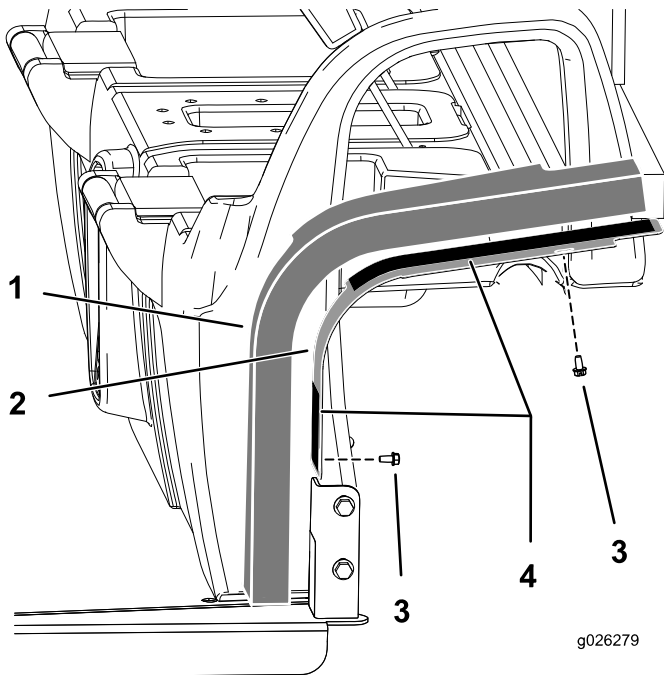

Figure 6
1. Fixez les panneaux latéraux sur la cabine avec 4 boulons (1/4 po), comme montré à la Figure 6.
3. Retirez la pellicule protectrice du ruban adhésif double face sur les plaques de montage (Figure 6).
4. Montez les panneaux en mousse sur l'ensemble (Figure 6).